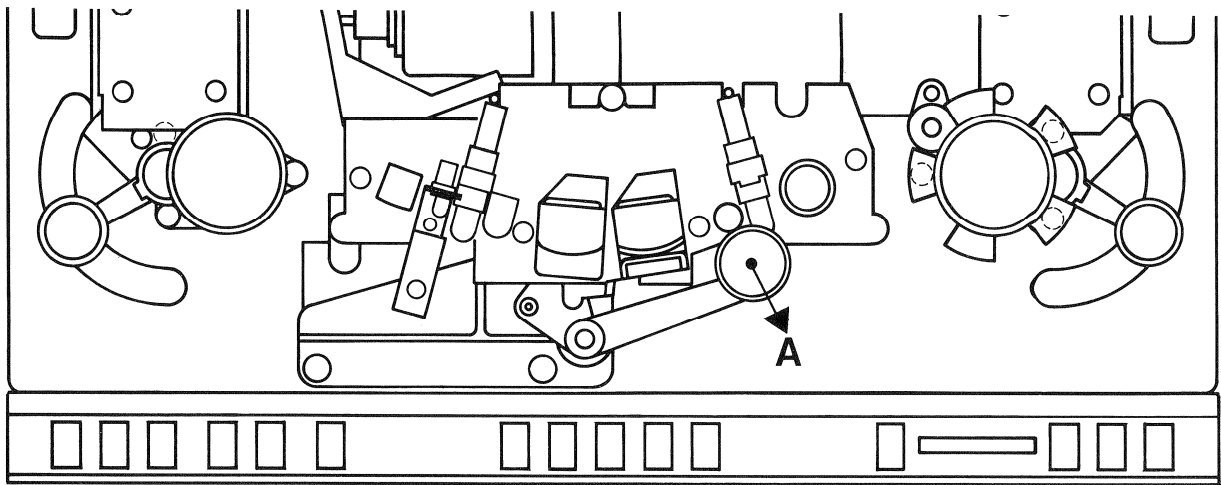

Fig. 3.3.—1
- An der Andruckrollen-Achse (Deckel von der Achse losschrauben) einen Nylonfaden einhängen und mit einer Federwaage in Richtung A (Fig. 3.3.—1) ziehen bis die Andruckrolle von der Tonwelle abhebt. Die Federwaage muss 1 ... 1,3 kp (10 ... 13 N) anzeigen.